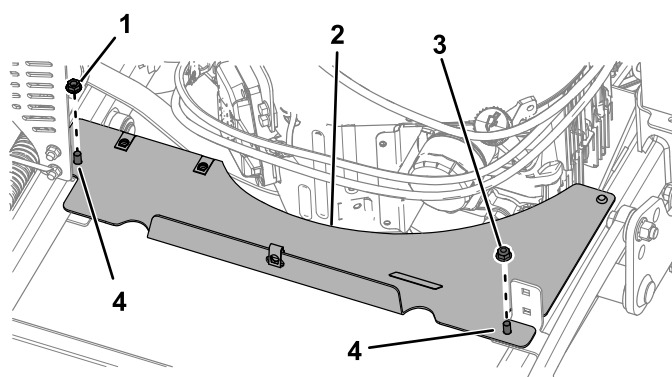

Figure 21
1. Montez l'extension de la protection comme montré à la Figure 21. Serrez les écrous à un couple de 20 à 25 N·m.